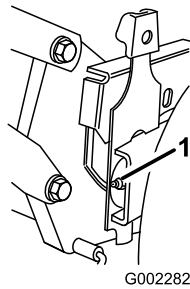

Figura 26
2. Limpie con un trapo limpio los puntos de engrase (Figura 26).
3. Conecte una pistola de engrasar al punto de engrase y bombee suavemente dos o tres veces con grasa de litio de propósito general N° 2 (Figura 26).